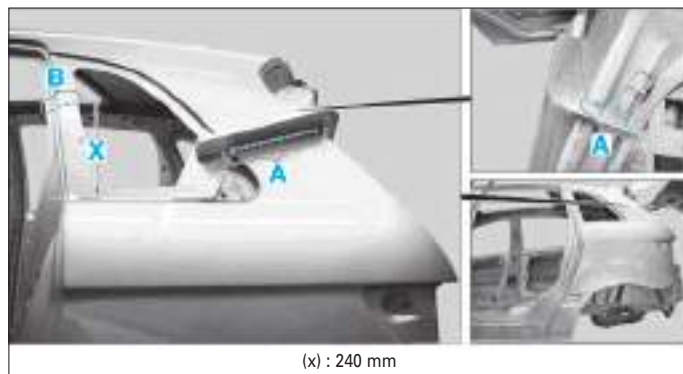
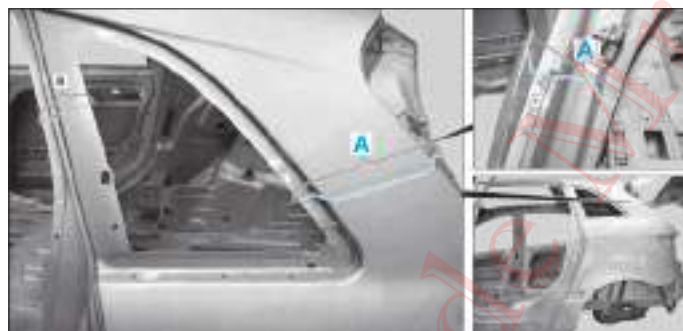

FIG. 96
FIG. 97
- Tracer les lignes de coupe (A) et (B) (Fig.96) et (Fig.97).